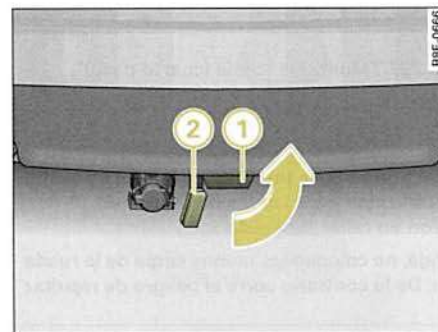

Fig. 204 Parachoques trasero: colocar el tapón
- Extraiga la rótula del tubo de enclavamiento tirando de ella hacia abajo **1** ⇒ *página 228, fig. 204*. Al hacerlo, la chapaleta de cierre que hay en el tubo de enclavamiento **2** lo cerrará automáticamente.